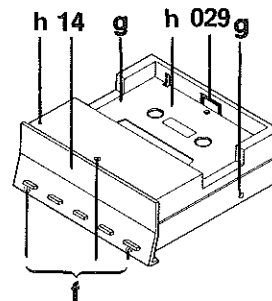

Fig. 2
3. Démontage de l'enjoliveur du tiroir (Fig. 2)
5. Démontage du cache tiroir (Fig. 2)